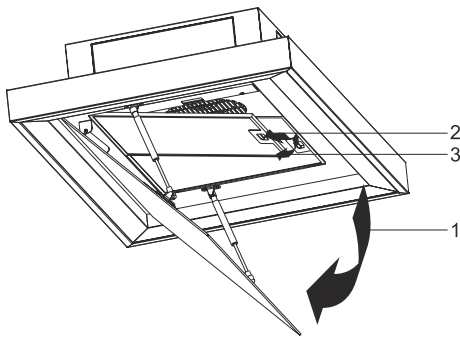

Abb. 24: Entfernen des Metallfettfilters
1. Öffnen Sie den Seitenabzugsglas (Abb. 24/1).
3. Öffnen Sie die Verriegelung der Metallfettfilter (Abb. 24/2) und schützen Sie mit Ihrer anderen Hand den Aluminium Metallfilter gegen Sturz.
4. Neigen Sie den Metallfettfilter nach vorne und nehmen Sie es ab (Abb. 24/3).